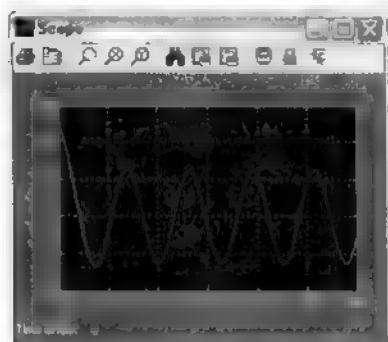
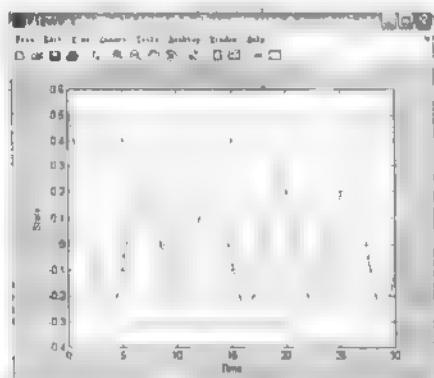

图 6.12 Simulink 窗口 Scope 显示状态 1 仿真结果图
图 6.13 MATLAB 命令窗口绘制状态 1 仿真结果图
(4) 设置仿真模型的系统参数。
(5) 运行仿真。
(6) 查看仿真结果。双击相应的 Scope 模块，可以查看相应的状态变量，如图 6.12 所示。
可以使用 MATLAB 命令来绘制结果,代码如下,结果如图 6.13 所示。
比较图 6.12 和图 6.13 可以看出,结果一模一样。